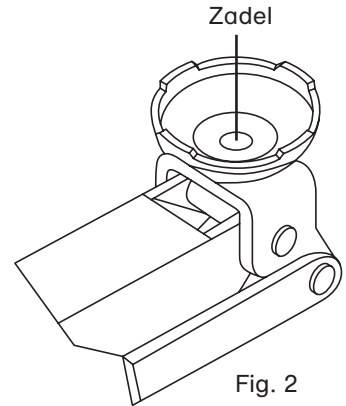

Fig. 2
3. Rol de autokrik onder het op te krikken voertuig en wel onder de voor de autokrik bestemde krikpunten (let hierbij op de aanwijzingen van de autofabrikant). Eventueel kunt u de hoogte-adapter uit de houder links op de autokrik eruit halen en in de schotelhouder (Fig. 2) steken. Op die manier neemt de hefhoogte met 90 mm toe.